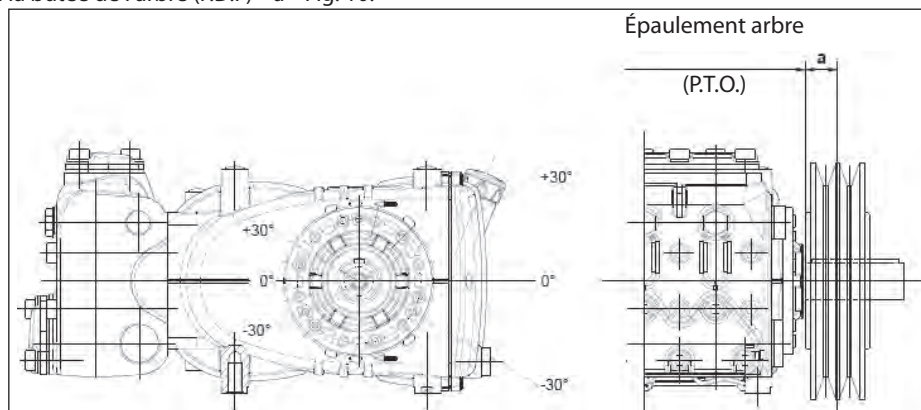

Fig. 10
La charge radiale sur l'arbre ne doit pas être supérieure à 3000 N (valeur nécessaire pour la définition du plan). La transmission est considérée appropriée si cette charge est appliquée à une distance maximum  $a=30$  mm de l'épaule de l'arbre (prise de force) comme le montre Fig. 10.
- b) Utiliser des courroies à haut rendement - par exemple **XPB** au lieu de **SPB** - car il sera nécessaire d'avoir une quantité inférieure de courroies égales à la puissance transmise et par conséquent une distance inférieure de la résultante par rapport à la butée de l'arbre (P.D.F) « a » Fig. 10.
- e) Contrôler la direction de la tension de la courroie comme indiqué Fig. 10 : pour toute autre nécessité, contacter le **bureau technique** ou le **service d'assistance clients**.